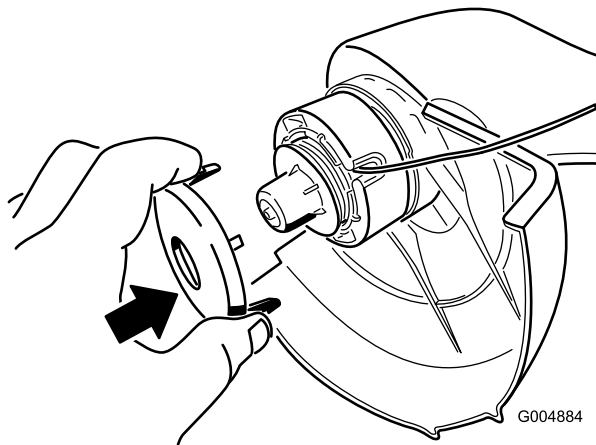

Figura 9
8. Apriete las pestañas y empuje hacia abajo la tapa y el carrete hasta que la tapa quede bloqueada (Figura 9).